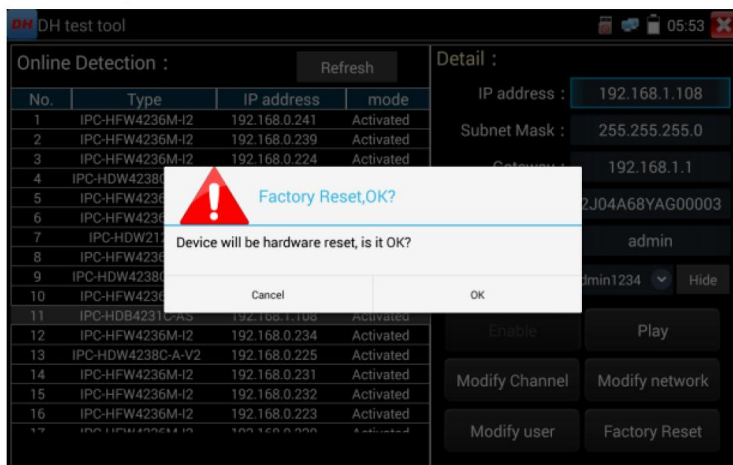

Рис. 127 Сброс к заводским настройкам
7. Для сброса настроек видеонаблюдения к заводским воспользуйтесь кнопкой «Сброс к заводским настройкам» (Factory Reset) рис. 127